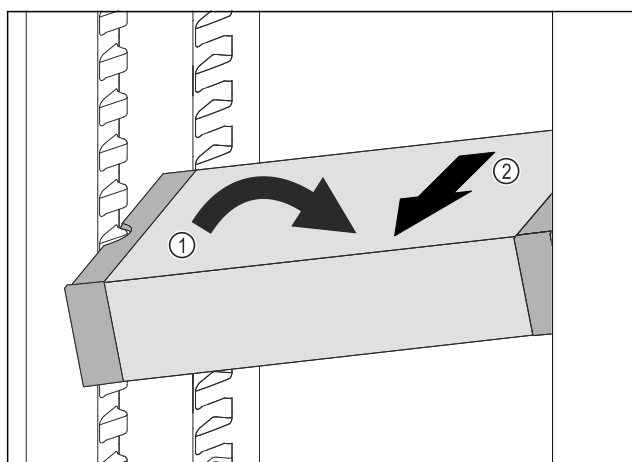

Fig. 99
- ▶ 在冷藏区中倾斜 VarioSafe。 Fig. 99 (1)
- ▶ 向前取出 VarioSafe。 Fig. 99 (2)